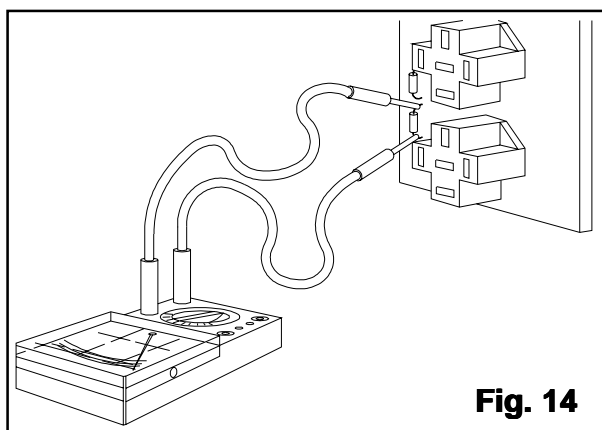

Fig. 14
- Scollegare i cavi dalla morsettiera (Fig. 14).